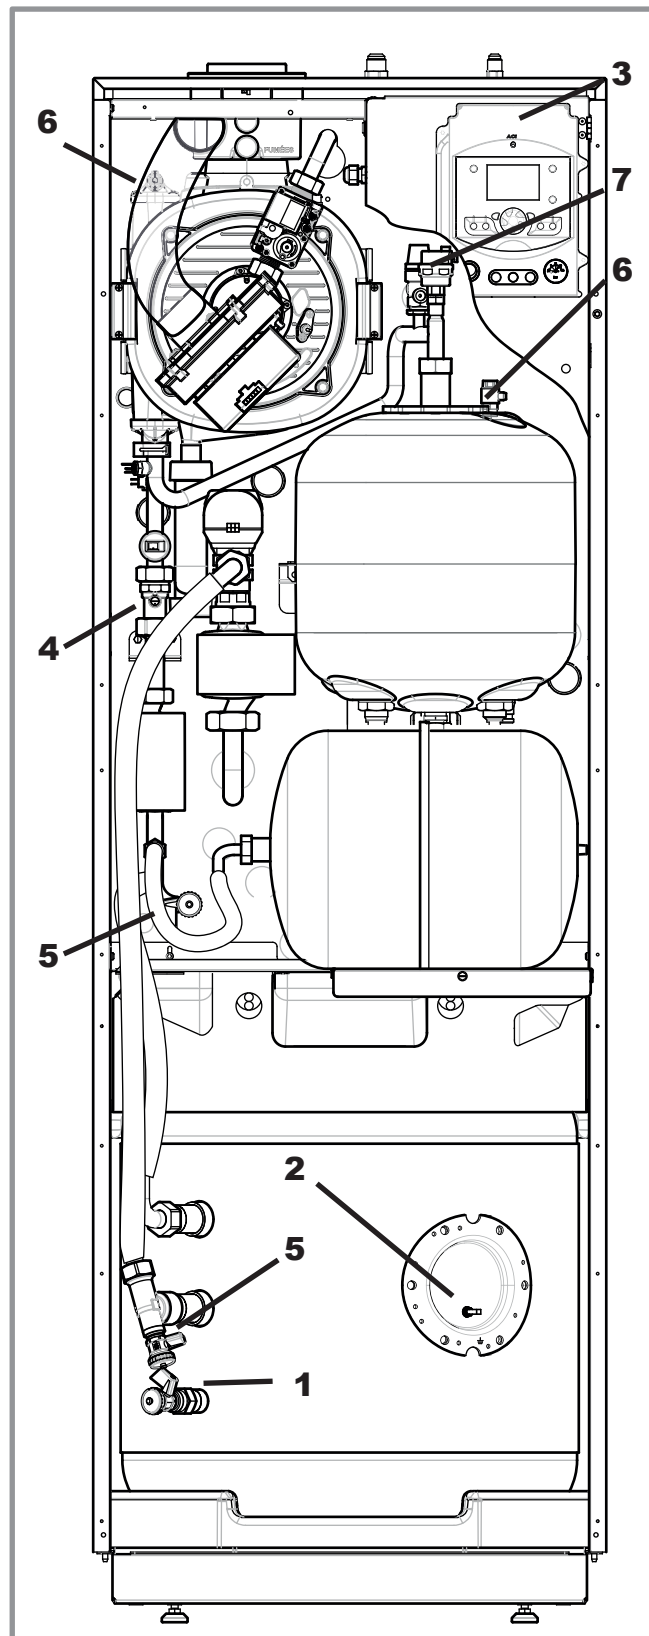

figura 66 - Svuotamento del modulo idraulico e/o del bollitore sanitario
- Staccare la valvola di ritegno (rap. 4, figura 66).